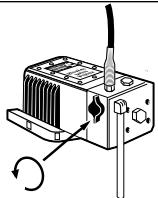

Figura 4- Instrucciones para girar el control "Prime/Spray"
- Coloque el control "Prime/Spray" en prime (Vea la Figura 4).